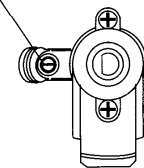

Fig. 8
- Enlever la manette (A) du robinet (Fig. 8).
- Introduire un tournevis fin dans l'axe du robinet (Fig. 8).